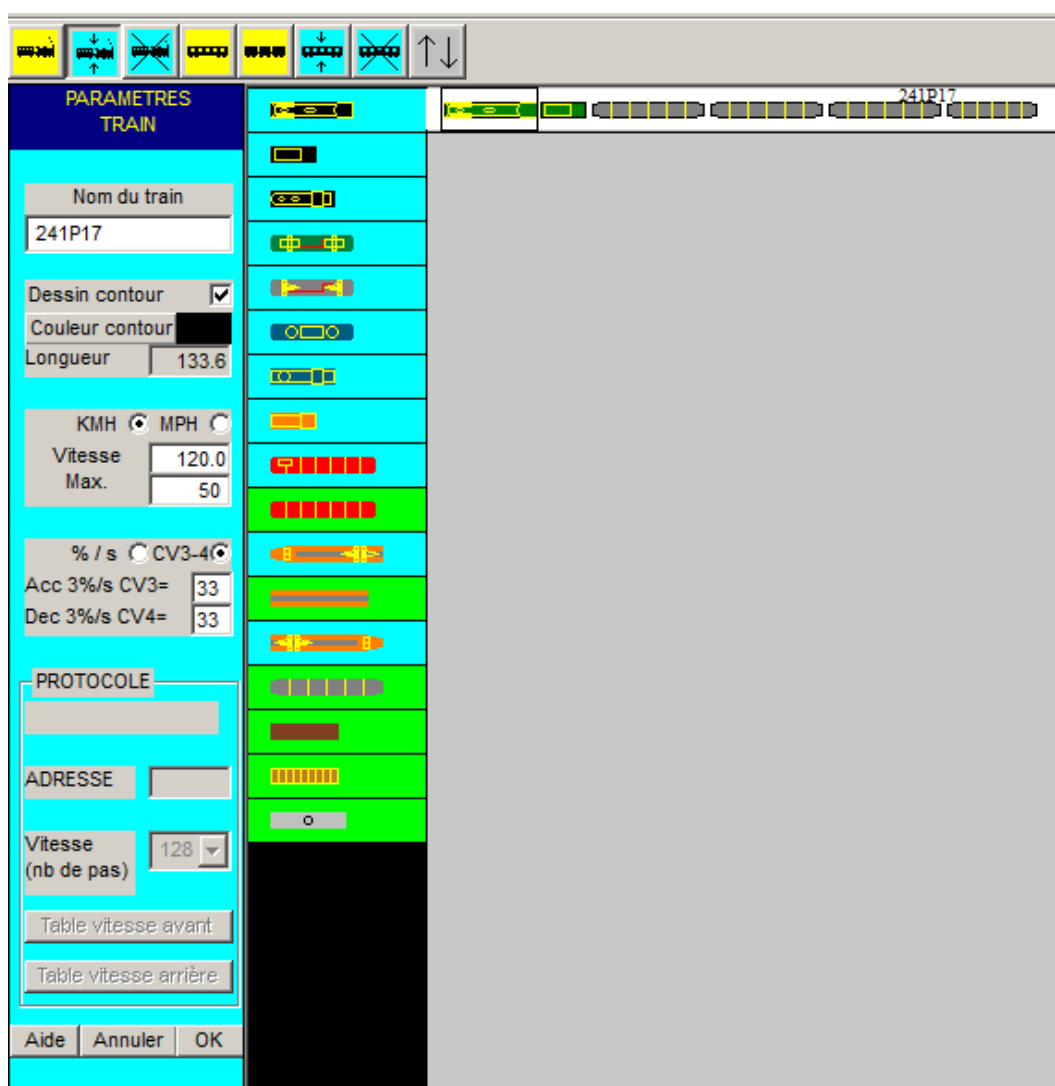

Figure TRN-08 Modification d'un Train.
- **Modification d'un train** (figure TRN-08):